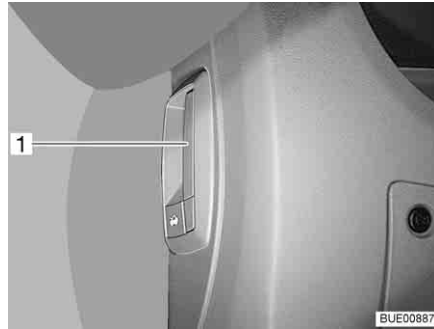

Fig. 40 Patilha de desbloqueamento do capô do motor (dentro do veículo)
- Puxe a patilha (Fig. 40,1) que se encontra no lado esquerdo ou lateralmente ao pé do painel de instrumentos.